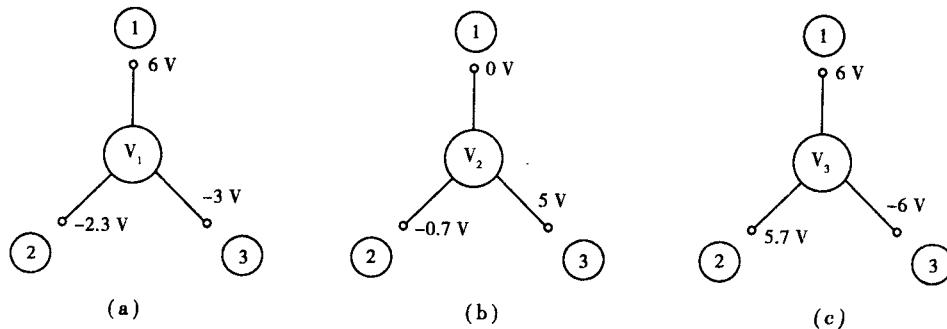

图 1.14
1.16 用直流电压表测某电路中三只三极管的三个电极对地的电压,其数值如图 1.14 所示。试指出每只三极管的 E、B、C 三个极,并说明该管是硅管还是锗管。